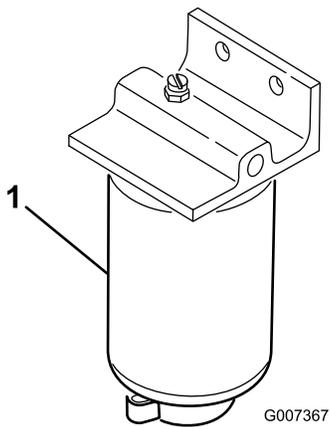

Bild 64
1. Stellen Sie einen sauberen Behälter unter den Kraftstofffilter (Bild 64).